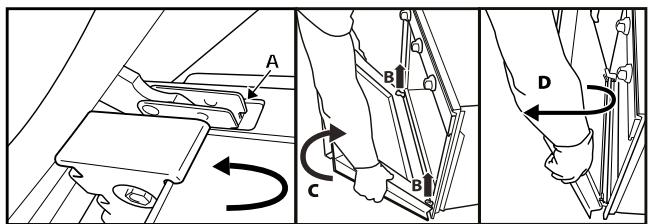

Рис. 2
3. Закройте дверцу до упора (**A**). Поднимите (**B**) и поверните ее (**C**) так, чтобы она вышла из креплений (**D**) (рис. 2).